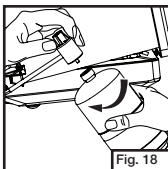

Fig. 18
- Quite el cilindro de propano del regulador y vuelva a poner la tapa protectora en el cilindro. (Fig. 18)